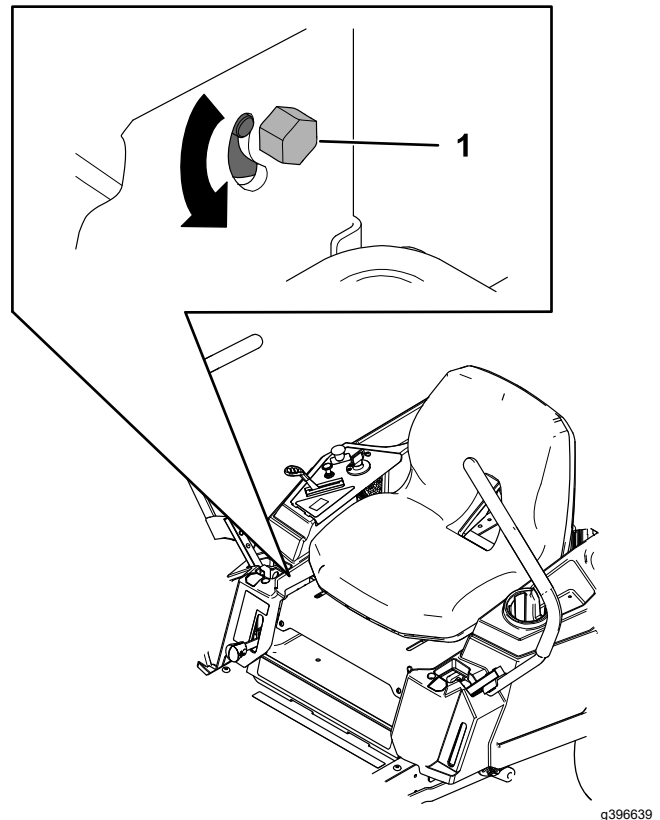

Bild 53
3. Suchen Sie die Einstellschraube für den Spurlauf in der Nähe des Fahrtriebshebels auf der Seite, die eingestellt werden muss (Bild 53).